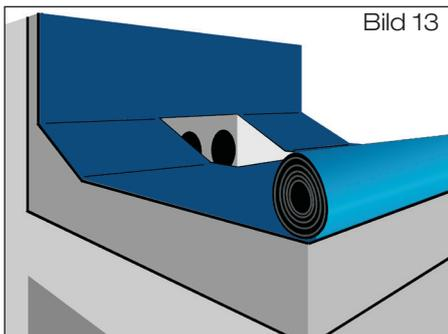

Bild 13
- 2.5 Zweite Lage der Dachdichtungsbahn über Ablauf ausrollen. Im Bereich des Attikaablaufes Aussparung mit Abmessungen entsprechend Außenkonturen der Sieböffnung vorsehen (Bild 13). Zweite Lage der Dachdichtungsbahn zurückrollen, Anschlussmanschette und zweite Lage der Dachdichtungsbahn gemäß Verlegevorschriften des Dachdichtungsbahnherstellers verschweißen. Überstände der Abdichtungslage in den Einlaufbereichen sind zu entfernen.